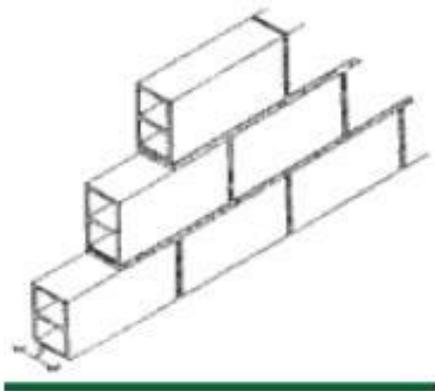

Figura 7. Alvenaria de cutelo.
- **Ao cutelo** - tijolo aplicado ao alto, de modo que a espessura do tijolo corresponda à espessura da parede (Figura 7). É utilizado em paredes divisórias de fraca espessura ou em construções de caráter provisório (divisões e fundos de armários embutidos, divisões de portas e janelas, divisões de portas e janelas reforçadas com prumos de ferro, divisões de portas e janelas reforçadas com prumos de ferro).